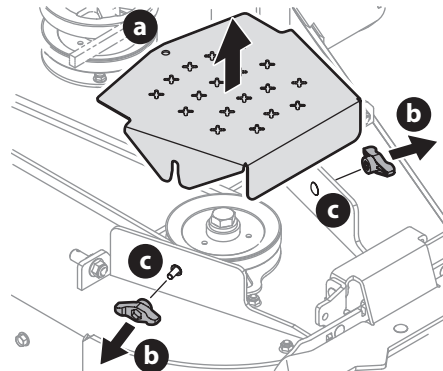

Figure 60
- Pour retirer les couvercles de courroie (a), retirez les boutons à ailettes (b) des vis du chariot (c) qui les fixent au plateau de coupe (Figure 60).
- L'écrou de vitesse doit maintenir la vis du chariot (c) et le boulon de fixation en place, si ce n'est pas le cas, réinstallez-les (Figure 60).